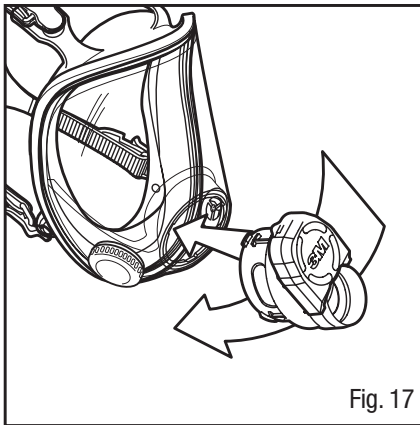

Fig. 17
3. Faire glisser l'adaptateur dans l'orifice de la lentille (Fig. 17).